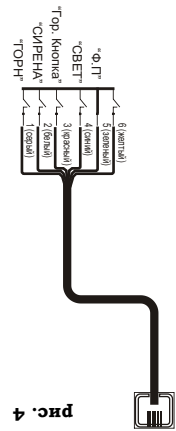
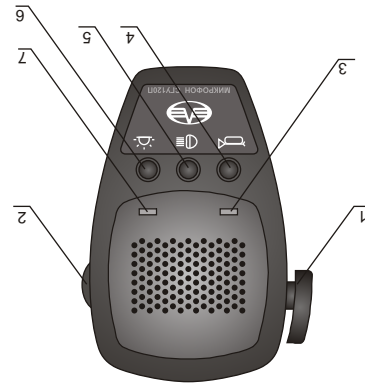
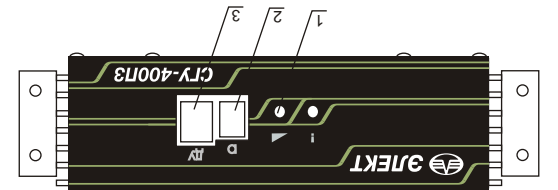

рис. 4
рис. 2
рис. 1
5.5 В блоке предусмотрен разъем (рис. 1) для подключения кабеля (рис. 4) выносных кнопок управления сиренами и фонарями, или «Пульт СГУ120П».
- 7.1 Внешний вид лицевой стороны блока СГУ-400ПЗ приведен на рис. 1, расположение кнопок управления на микрофоне СГУ120П приведено на рис. 2.
7.4 Для включения сирены №3 типа HI-LO - кнопку 2 удерживать в нажатом состоянии дольше одной секунды. Если нажатие произведено во время звоняния сирены, то последняя выключается немедленно. При возникновении акустической связи усиление убавляется регулятором (рис. 1 на рис. 1), расположением лицевой панели блока.